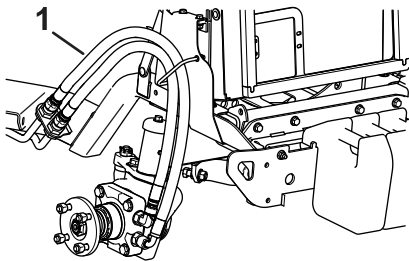

Figuur 14
12. Maak de bouten aan de zijkant van de radiator los (Figuur 14).
13. Schuif de linker beugel van het koelerscherm onder de boutkoppen op de radiator en de bumperbeugel (Figuur 14).